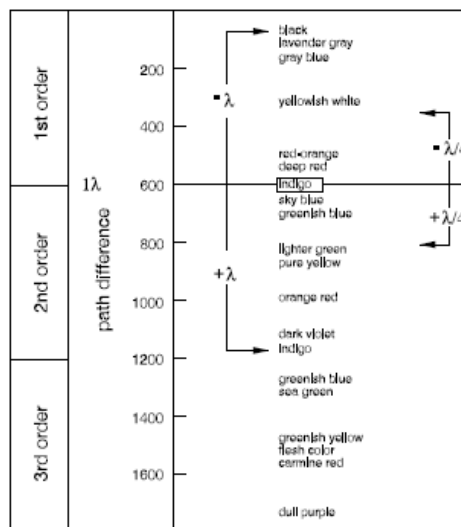

图4-9 Michel-Lévy 颜色图表
- 此时，把载物台约转动 45° ，直到纤维的长轴指向 NE-SW 方向（图4-9）。此时，标本显示最为明亮（对角位置）。在此位置上，标本可能呈现任何颜色。
在明亮位置产生的灰白颜色正如上面标本已经讨论过的一样，对应于 Michel-Lévy 颜色表 (图4-9) 的 150nm 相位差。